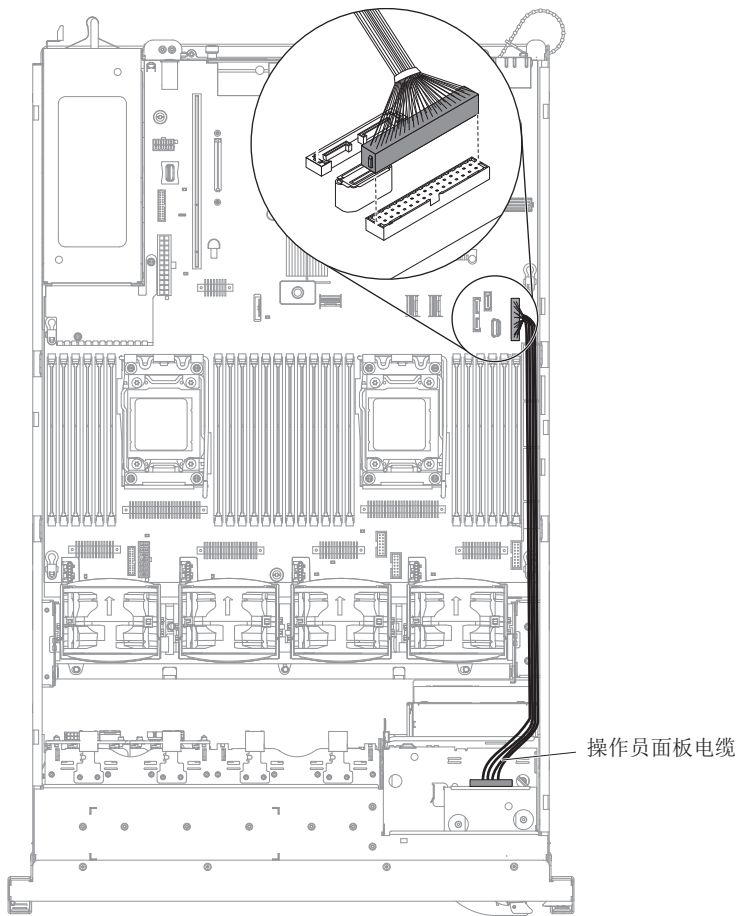

图 165. 连接 2145-DH8 操作员信息面板电缆
4. 要连接系统板上的操作员信息面板电缆，请均衡用力按下电缆，如第 200 页的图 165 中所示。仅按下电缆的一侧可能损坏电缆或接口。